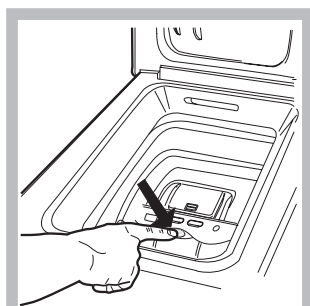

Fig. 2
Drücken Sie mit einem Finger leicht auf die auf der Abb. 2 ersichtlichen Taste; die Trommel öffnet sich ganz sanft.
E) Endposition der Trommel (Abb. 2):